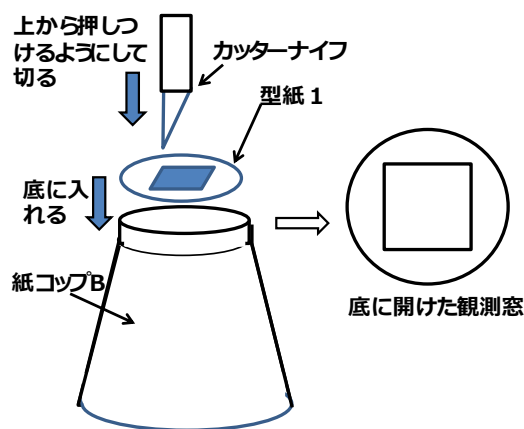

図17 紙コップBの底に四角い窓をあける
1) 紙コップBの底を上向けて机の上に置き、底の中央に一辺の長さ3cmの正方形の窓をあけます。この時、型紙1を使うと便利です。紙コップの底に図17のように型紙を置いて正方形の観測窓に沿って鉛筆で線を引き、この線に沿ってカッターナイフを上から押しつけて切ります。